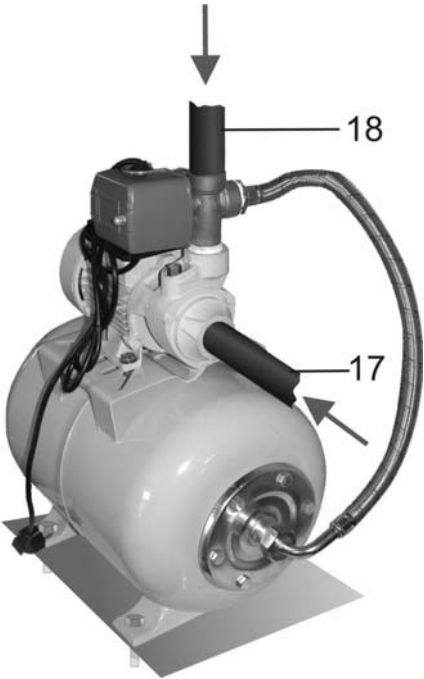

Рис.2
7. МОНТАЖ (Рис.2)
- 7.1. Станцию необходимо закрепить к полу или к другой ровной и устойчивой поверхности с помощью четырех болтовых соединений (не комплектуются), как показано на Рис.2.
8.2.2. Проверьте, есть ли вероятность опорожнения всасывающего трубопровода 17 (Рис.2). Если есть, то не оставляйте станцию без надзора, чтобы насос не работал "на сухую".
8.2.6. Откройте запорную арматуру на подающем трубопроводе 18 (Рис.2), чтобы воздух мог выйти из него.
8.3.2. Проверьте, поступает ли вода в подающий трубопровод 18 (Рис.2).